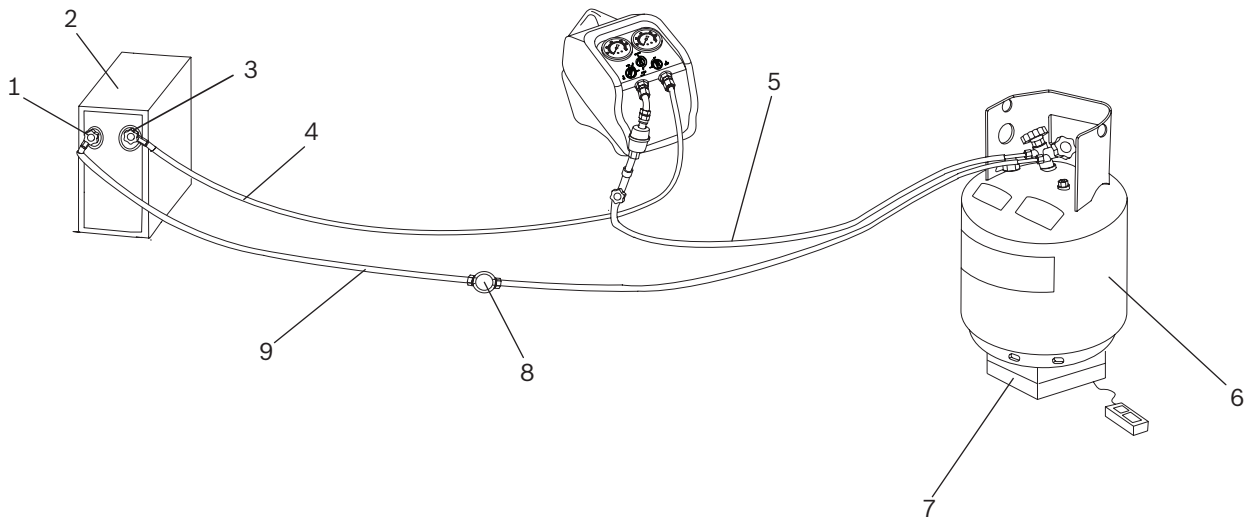

Abb. 4: Push-Pull-Absaugung
4. RG8.0 / RG4.0 an die zu wartende Anlage anschließen (gemäß Abb. 4). Die nachstehend angegebene Reihenfolge einhalten. Nur die vorgesehenen, den örtlichen Vorschriften entsprechenden Kältemittelschläuche verwenden. Da die Schlauchleitungen umgesteckt werden müssen, um das gesamte Kältemittel vollständig aus der Anlage zu entfernen, müssen Schläuche mit manuellem Absperrventil an beiden Enden verwendet werden; diese Anleitung wurde für derartige Schlauchleitungen erstellt.
- Einen roten Schlauch am Flüssigkeitsanschluss (rot) eines zugelassenen Zweiventil-Absaugbehälters anschließen; das andere Ende am hochdruckseitigen Serviceanschluss der Klima-/Kälteanlage anschließen. Es ist von großem Nutzen, in diesem Schlauch ein Schauglas (Abb. 4, Pos. 8) in diesem Schlauch, um den Kältemittelfluss zu überwachen.
- Flüssiges Kältemittel muss in den Behälter zu strömen beginnen. Dies kann am Schauglas (Abb. 4, Pos. 8) überprüft werden. Siehe Abb. 4.